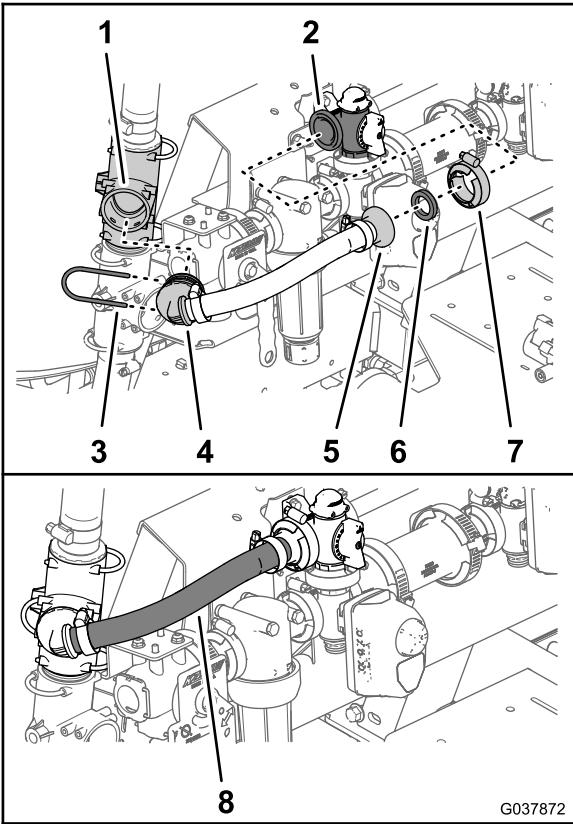

Figura 69
2. Montate il raccordo dentellato a 90° del flessibile di bypass dell'agitatore sul raccordo a T superiore (Figura 69) con il fermo che avete rimosso al passaggio 2 di Rimozione dei flessibili di bypass dell'agitatore e di alimentazione dell'irroratrice \(pagina 18\).
3. Fissate il raccordo flangiato dentellato del flessibile di bypass dell'agitatore e la guarnizione - 25 x 35 mm (1 x 1-3/8 poll.) alla flangia della valvola di bypass dell'agitatore (Figura 69) con un morsetto flangiato - 40 - 64 mm (1-9/16 - 2-1/2 poll.).